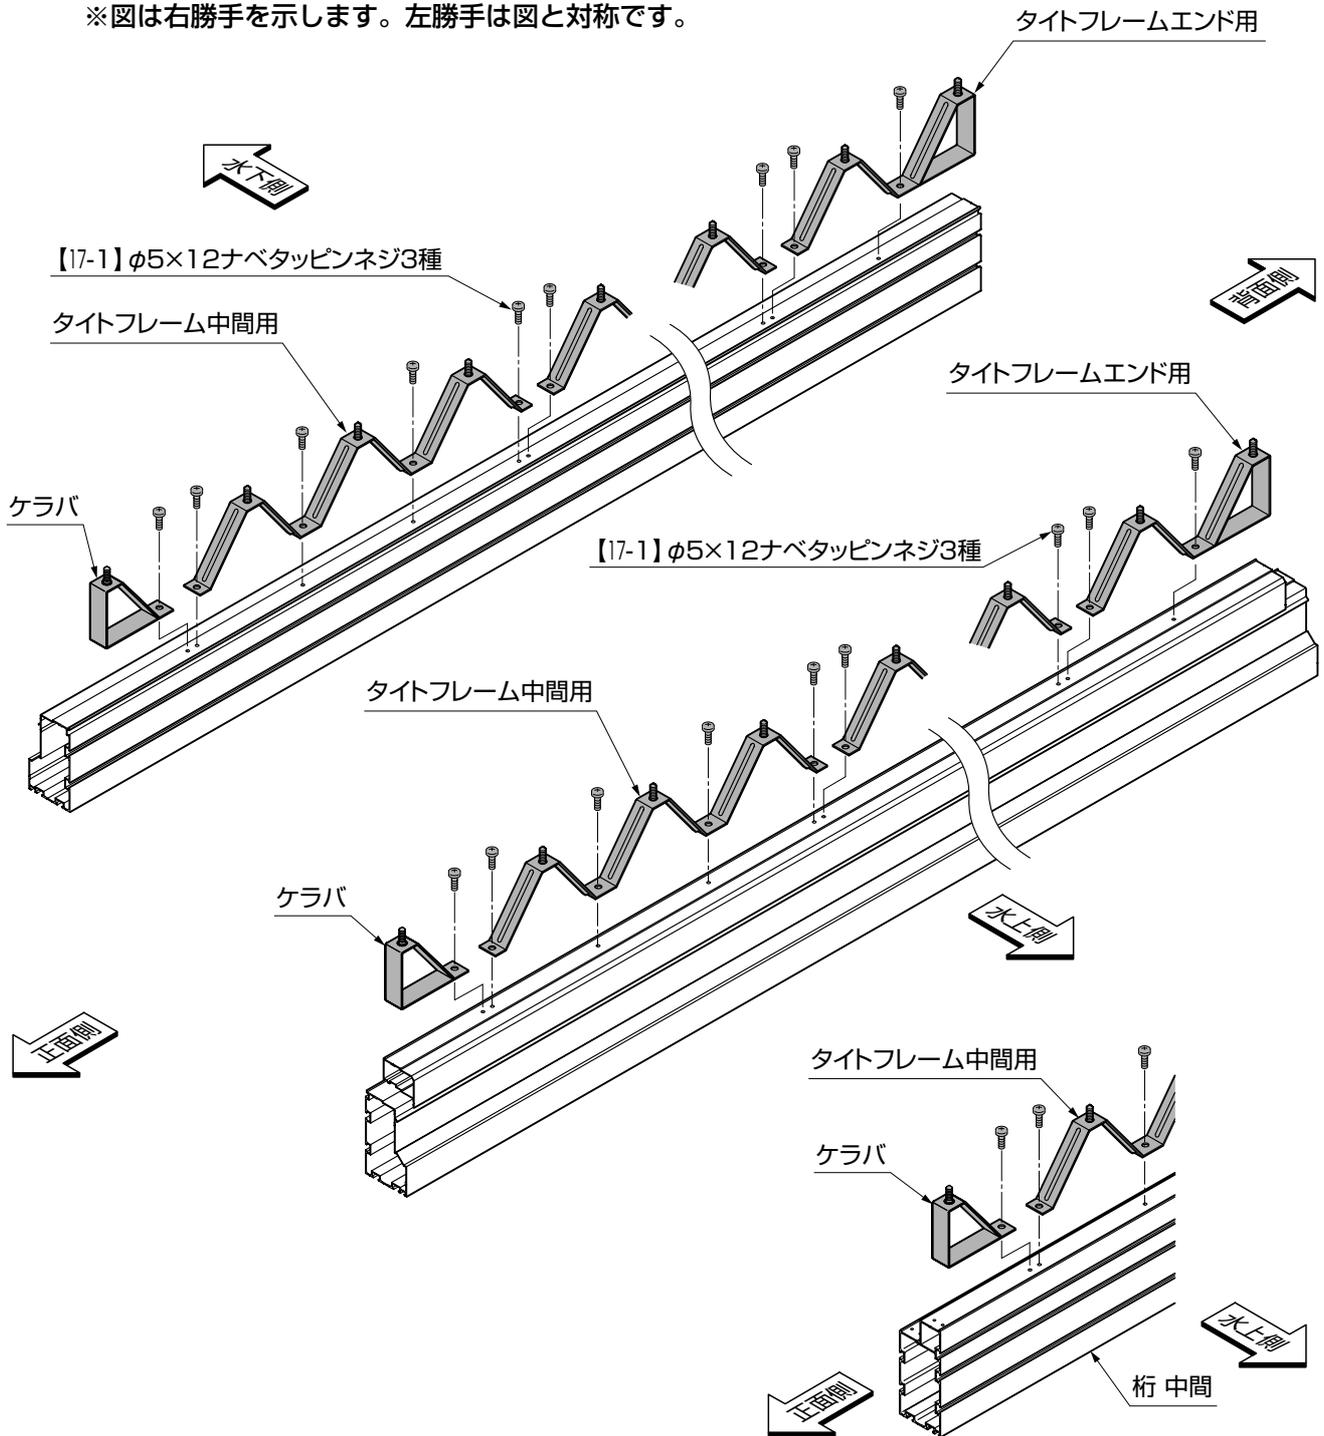

図7-1 W63の場合
- W63の場合は、桁中間にもタイトフレームを取付けてください。(図7-1参照)